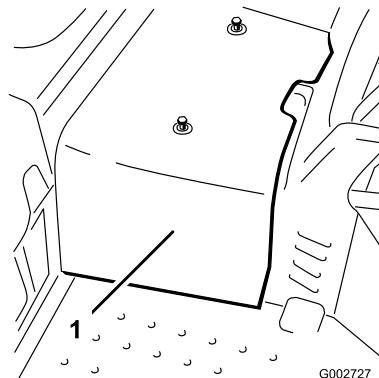

Рисунок 45
- Ослабьте 2 винта, которые крепят центральный кожух к машине, и снимите кожух (Рисунок 45).